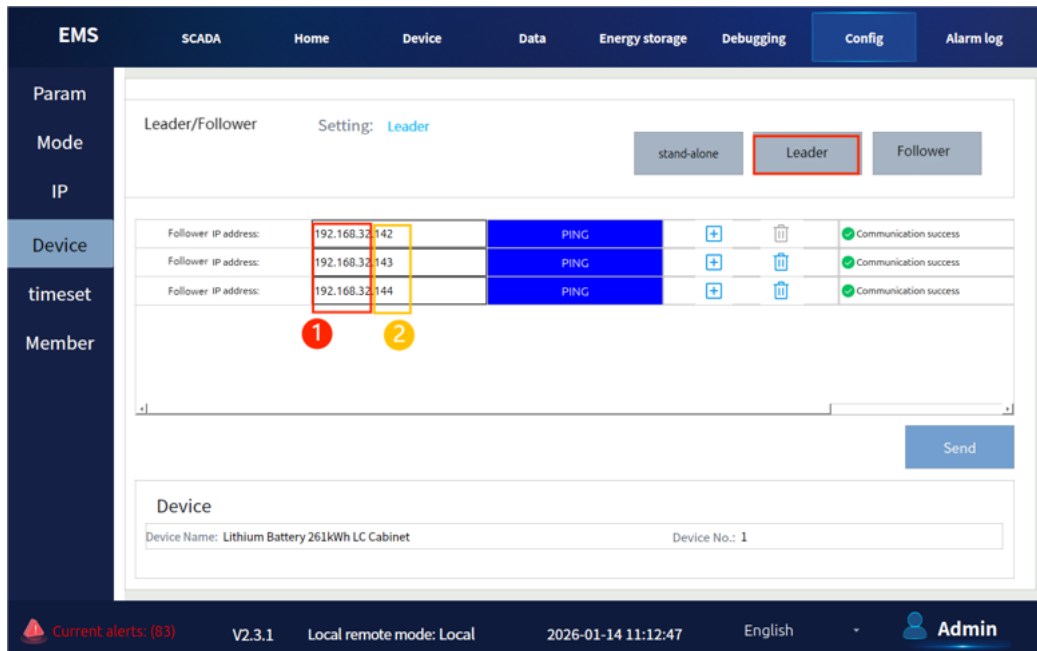

Abbildung 7.10-3: Kommunikationstest Leader (Ethernet-Modus)
„Systemkonfiguration“ → „Geräteparameter“ → „Leader“ → „Follower-IP-Adresse“ (die „IP-Adresse“ von IP2 aus Schritt 2 eingeben) → „Ping“. Siehe nachstehende Abbildung 7-10-3.
Hinweis: Das Präfix der „Follower-IP-Adresse“ muss mit „IP2“ in den „IP-Parametern“ übereinstimmen (halten Sie ① identisch, wie in Abbildung 7-10-3 dargestellt, und vergeben Sie die IDs unter ②).